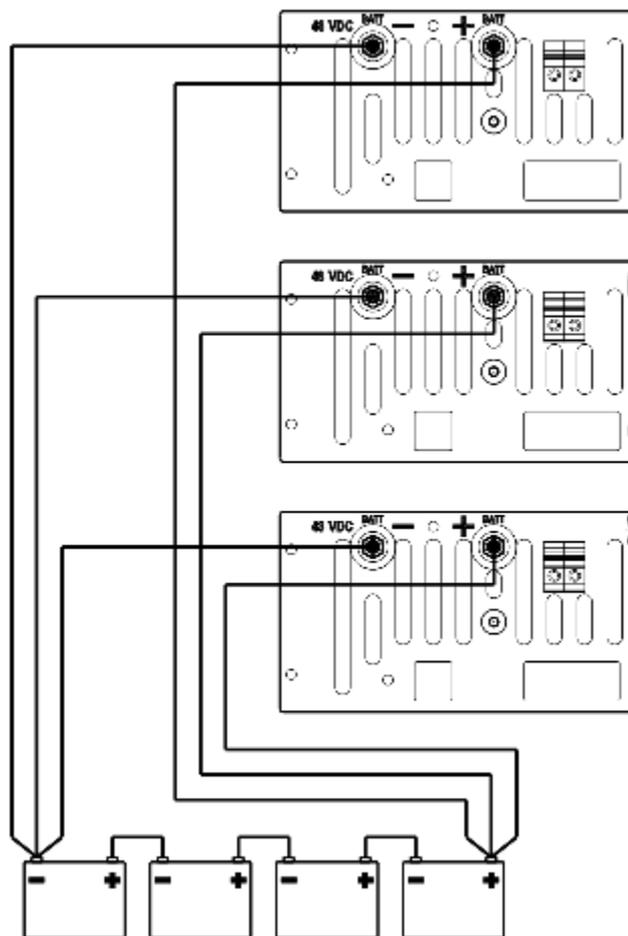

Рис. 6. Підключення батареї «зіркою»
входи підключення акумуляторів («+» до «+», «-» до «-», Рис. 6 або
- при використанні зовнішнього генератора його входи «N»; входи підключення акумуляторів («+» до «+», «-» до «-», Рис. 6. Підключення батареї «зіркою» або